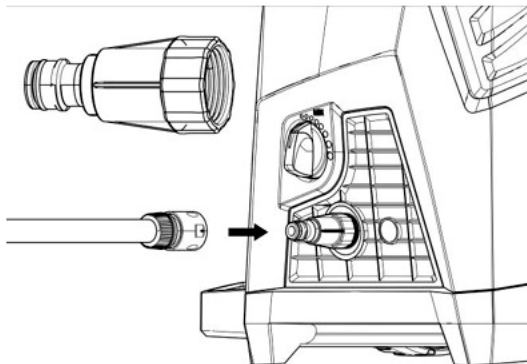

Рис. 9
7. Установите разъем шланга водоснабжения на резьбовой штуцер подачи воды на передней части корпуса мойки (рисунок 9).